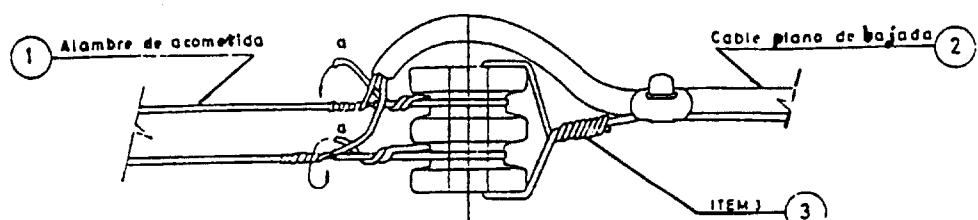

Fig. 1
- 1.- El alambre de acometida rodea el aislador fijándose con dos vueltas, el chicote (a) (fig. 1) envuelve el alambre de acometida ver (Fig. 2) cubriendo totalmente el tramo de conexión, evitándose en esta forma el uso de cinta aisladora.
- 2.- El cable plano de bajada debe quedar con una curvatura sobre el aislador, para evitar la entrada de agua (ver fig. 1).